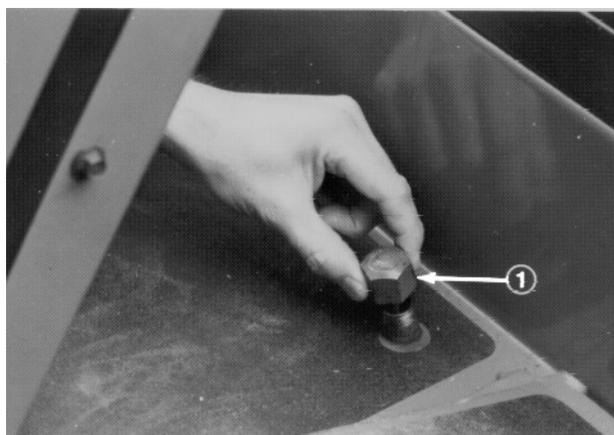

Figure 5
2. Enlever le bouchon-jauge (Fig. 5) du goulot de remplissage et l'essuyer sur un chiffon propre. Visser le bouchon-jauge à la main sur le goulot de remplissage, puis le retirer et vérifier le niveau du
liquide. Il doit être à moins de 13 mm du repère de la jauge (Fig. 5); si ce n'est pas le cas, rectifier le niveau avec de l'huile moteur SAE 10W-30 ou de l'huile de transmission automatique, si elle est utilisée, de manière à atteindre le repère. Ne pas trop remplir.